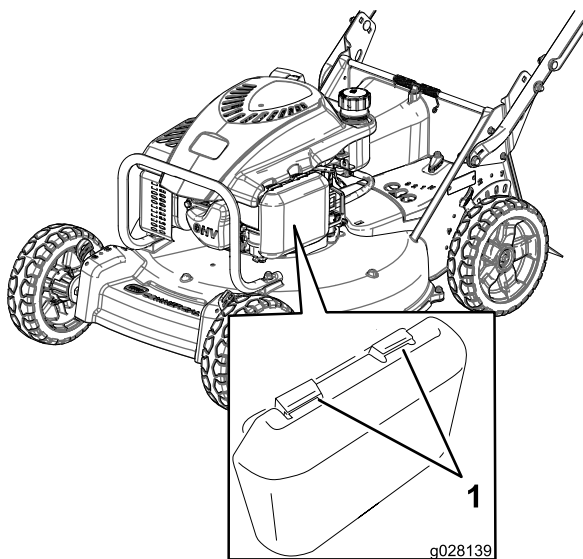

Figura 21
1. Presione hacia abajo los cierres de la parte superior de la tapa del filtro de aire (**Figura 21**).